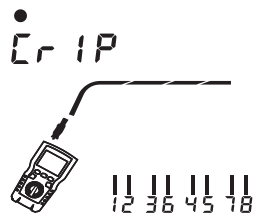

Figure 6.13 Connexion au connecteur RJ45
- (1) Allumez le testeur, réglez le bouton de sélection du mode sur le mode TEST, puis appuyez sur la touche "PORT" pour passer au port de test de sertissage. L'interface est montrée dans la figure 6.13, avec l'indicateur de test "Cr IP" affiché dans le coin supérieur gauche et le diagramme de la carte de câblage clignotant ci-dessous.
- (2) Insérez le connecteur RJ45 sertie dans la prise RJ45 du port de test de sertissage. Le statut du sertissage du connecteur RJ45 sera affiché pendant environ 1 seconde.